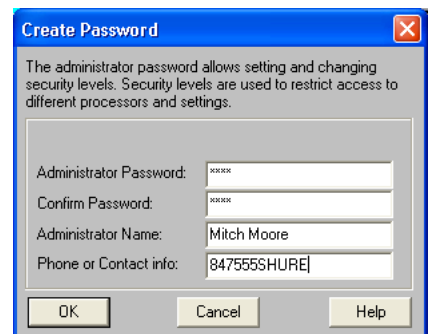

ABBILDUNG 9-2: Dialogfeld "Create Password" (Kennwort einrichten)
2. Das Dialogfeld "Create Password" (Kennwort einrichten) wird geöffnet (siehe Abb. 9-2).